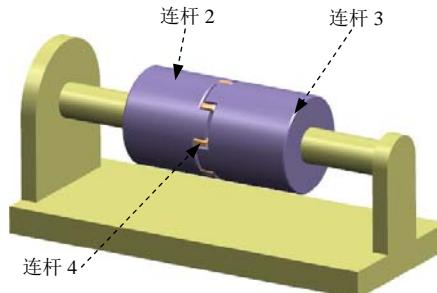

图 6.6.5 定义 3D 接触
(1) 在运动导航器中取消隐藏连杆 L002。
(2) 选择下拉菜单 **插入(S)** → **连接器(N)** → **3D 接触...** 命令, 系统弹出“3D 接触”对话框。
(3) 定义接触实体。单击“3D 接触”对话框 **操作** 区域中的 **\*选择体(O)** 按钮, 选取图 6.6.5 所示的连杆 3 为操作体; 单击 **基本** 区域中的 **\*选择体(O)** 按钮, 选取连杆 4 为基本体。
(4) 定义接触类型。在“3D 接触”对话框 **参数** 区域下 **类型** 的下拉列表中选取类型为 **实体** 选项。
(5) 单击 **确定** 按钮, 完成 3D 接触 1 的定义。
Step13. 定义 3D 接触 2。参照 Step12 的操作步骤, 选取图 6.6.5 所示的连杆 4 为操作体; 选取连杆 2 为基本体。